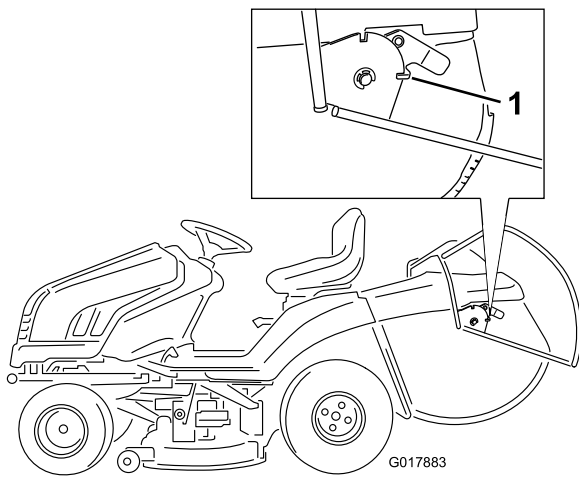

Figure 19
3. Tirez le levier de vidage du bac à herbe vers l'avant et faites basculer le bac à herbe (Figure 18) jusqu'à ce que le verrou s'enclenche et bloque le bac à herbe en position ouverte (Figure 19).